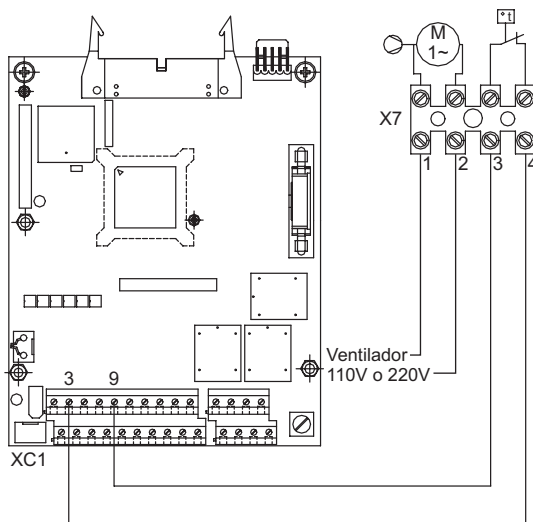

Figura 7: Ejemplo de Protección Térmica
- Paso 3** Alimente el ventilador del módulo de frenado con la tensión apropiada (110V o 220V) a través de los bornes 1 y 2 de X7 (ver la figura 7). La corriente del ventilador es de aproximadamente 0.14 A;
- Paso 8** Los bornes 3 y 4 de X7 son los contactos normalmente cerrados de uno termostato que debe ser utilizado para protección térmica del módulo de frenado. Esta protección debe ser realizada externamente al módulo (ver figura 7), en este ejemplo el relé es conectado a DI3 (bornes 3 y 9 de XC1 de la tarjeta CC9) y el parámetro P265 es programado como Sin Error Externo (P265=4).